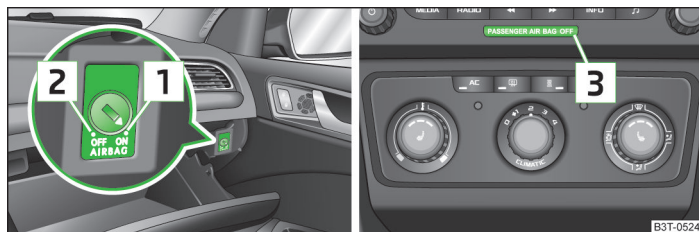

Fig. 159 Comutator cu cheie pentru airbagul frontal al pasagerului față / lampă de control pentru dezactivarea/activarea airbagului frontal al pasagerului față
- › Lampa de control **OFF**   » fig. 159 la pagina 187 se aprinde la cuplarea contactului.
- › Rotiți cu cheia fanta comutatorului în poziția  » fig. 159 OFF.
- › Rotiți cu cheia fanta comutatorului în poziția  » fig. 159 ON.